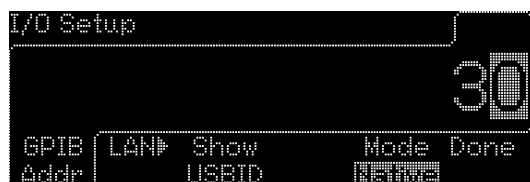

Рисунок 10-2
2. Нажмите контекстную кнопку под «GPIB Addr»/ «GPIB адрес», что бы указать адрес GPIB, как показано на рис. 10-2.